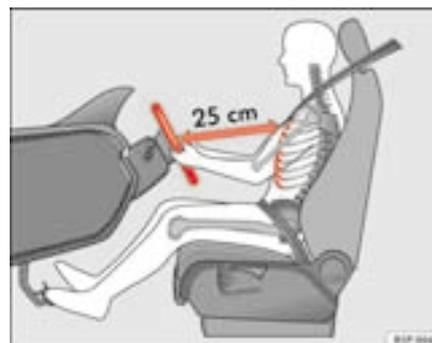

Fig. 95 Posizione corretta sul sedile di guida
- Posizionare il volante nel modo desiderato ⇒ fig. 95.
- Regolare il sedile del conducente o la posizione del volante in modo tale che la distanza tra il volante stesso e lo sterzo del conducente sia di almeno 25 cm ⇒ pag. 135, fig. 95. Se la distanza minima non viene rispettata, l'efficacia del sistema degli airbag si riduce, con gravi rischi per l'incolumità delle persone (non escluso quello di morte).